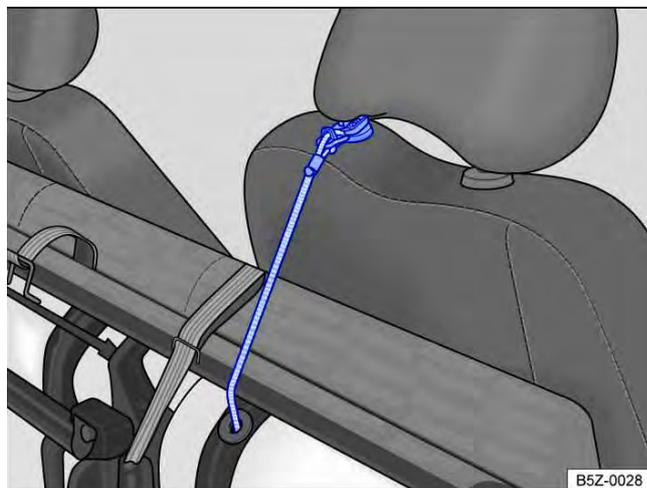

Fig. 69 Cinta elástica vermelha para fixação na haste do apoio para cabeça.
- Localizar a cinta elástica vermelha alojada na parte inferior do assento do banco e, encaixar o gancho dessa cinta na haste do apoio para cabeça do banco do passageiro → Fig. 69, imobilizando o conjunto.
- Soltar o gancho da cinta elástica vermelha da haste do apoio para cabeça → Fig. 69 e, encaixar debaixo do banco traseiro.